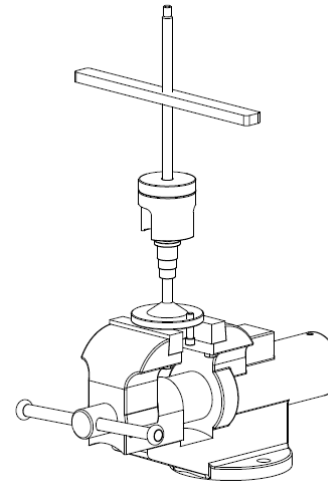

Figure 16
- En utilisant un étau, montez l'outil de démontage comme indiqué sur la figure 16.